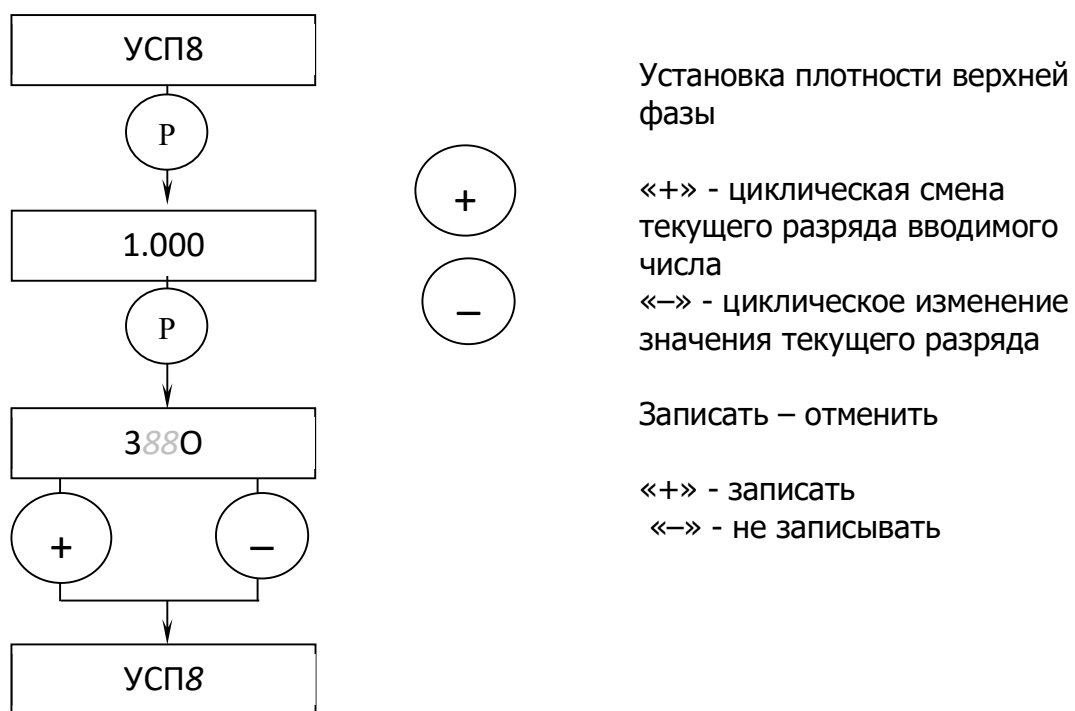

Рис. 29. Меню установки плотности верхней фазы среды
- нажмите кнопку «Р» для попадания в меню установки плотности верхней фазы среды (рис. 29);